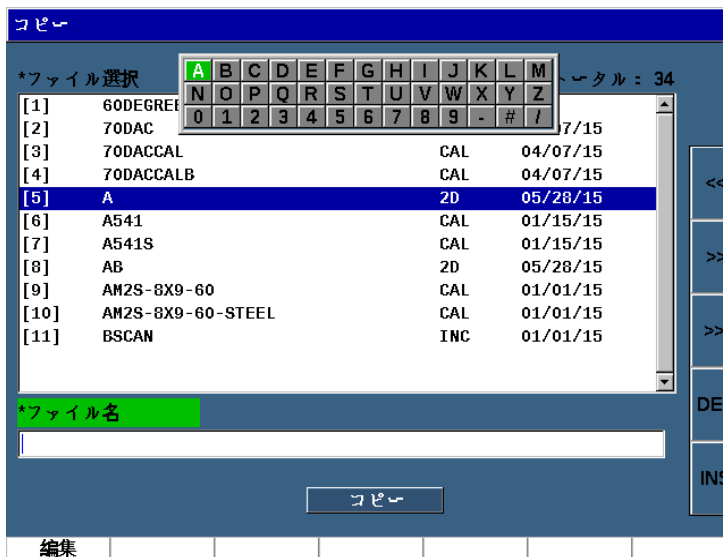

図 10-23 コピー設定ページ
1. **管理 > コピー**（グループ 5/5）を選択し、コピーページを表示します（218 ページの図 10-23 参照）。